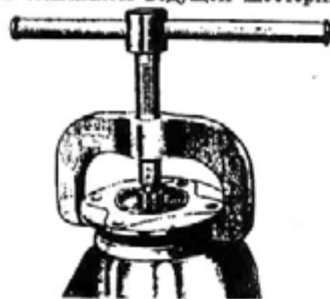

Рис. 140. Снятие фланца крепления карданного вала
3. Снимите с помощью съемника фланец крепления карданного вала (рис. 140).